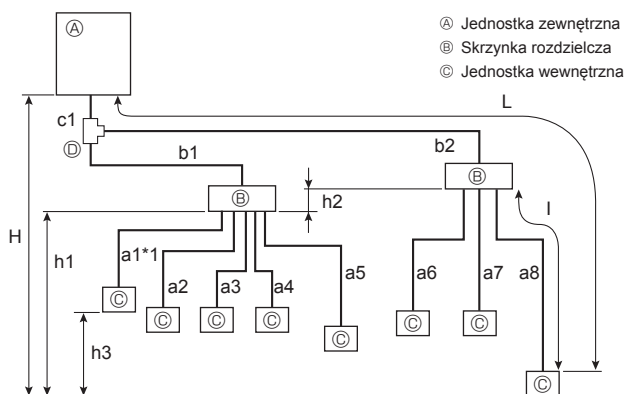

Fig. 4-2
4.1.2. Podłączenie ze skrzynką rozdzielczą (Fig. 4-2)